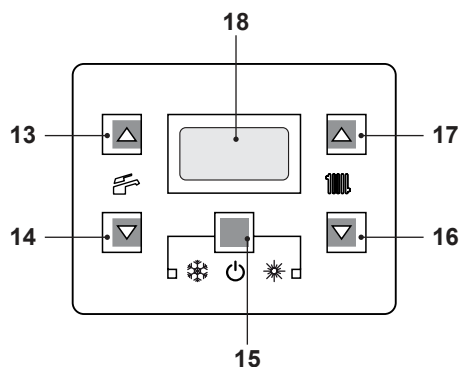

Figura 2.5
- Mantenga pulsado durante 2 segundos el botón 15 hasta que aparezca en la pantalla el símbolo  Figura 2.5.
mediante los botones 16 (reducción) y 17 (aumento) (Figura 2.5) desde un mínimo de unos 25°C hasta un máximo de unos 80°C. La primera vez que se pulsa uno de los dos botones se muestra el valor de "consigna", la segunda vez se puede modificar.
De todas formas, si la temperatura ambiente no fuera agradable, se puede aumentar o reducir la temperatura de impulsión de la instalación de calefacción en ± 15 °C usando los botones 16 (reducción) y 17 (aumento) (Figura 2.5).
La temperatura del agua caliente sanitaria puede regularse mediante los botones 13 (aumento) y 14 (reducción) (Figura 2.5) desde un mínimo de unos 35°C hasta un máximo de unos 60°C. La primera vez que se pulsa uno de los dos botones se muestra el valor de "consigna", la segunda vez se puede modificar.